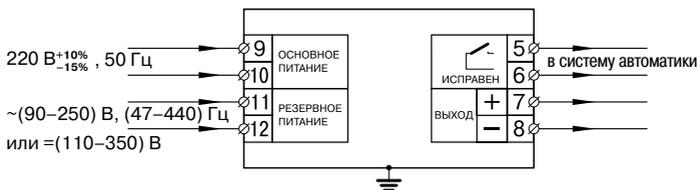

Рис. 3.
5.2. Внешние электрические соединения модулей следует производить в соответствии со схемой представленной на рис. 3.